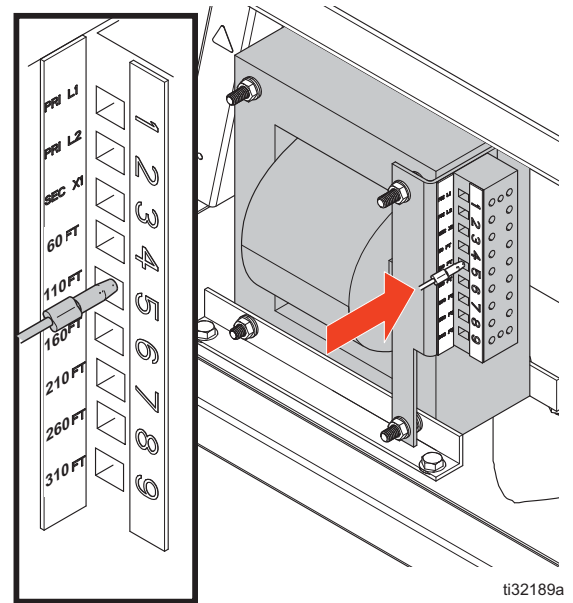

图 14: 软管变压器接线
3. 将软管变压器（AC）上的导线移至与安装的软管长度匹配的终端。导线出厂设置为 60 英尺，请参见图 14。